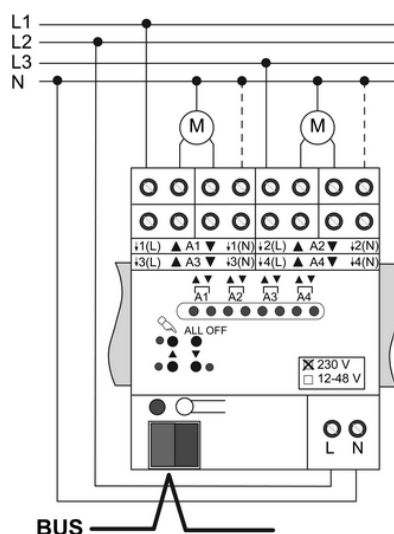

Figura 5
- Conectar el cable de bus con terminal de conexión (figura 5).
- Conectar la alimentación de red (figura 5).